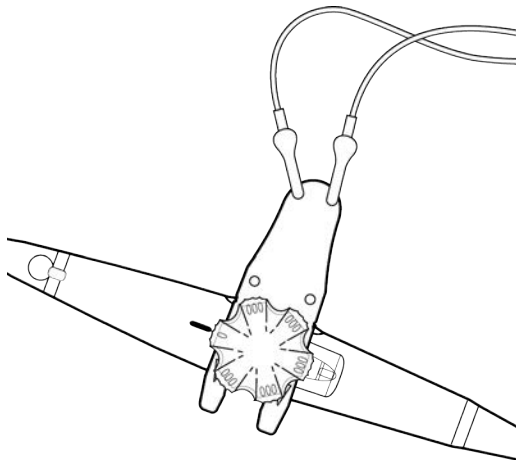

Figure 21 Outil de test pour la détection de perforations
- b** Raccorder les câbles rouges à l'outil de test pour la détection de perforations, comme indiqué à la **Figure 21**.